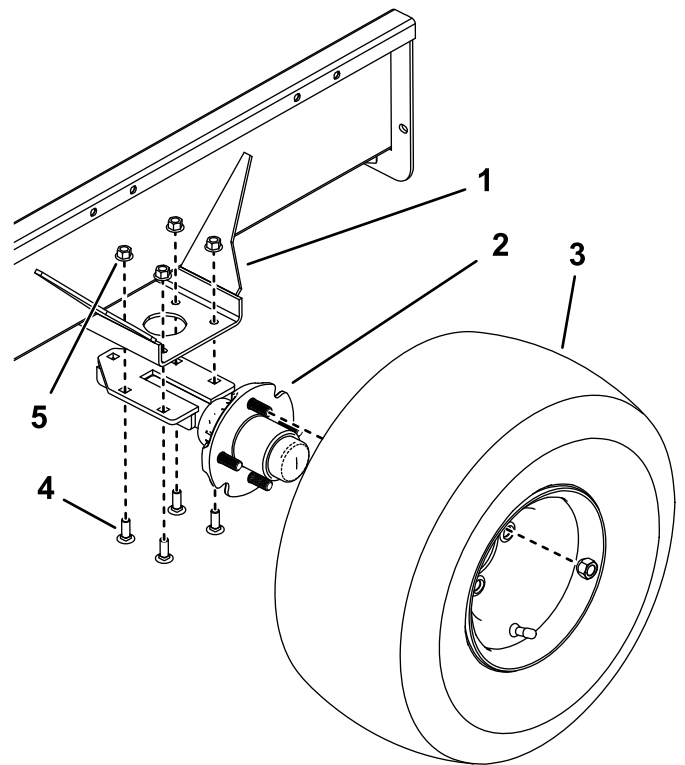

Figura 2
2. Usando los 4 pernos de cuello cuadrado y 4 contratuercas, monte un eje en la cara inferior de los soportes de montaje en cada lado de la plataforma del remolque. Coloque el eje, los pernos de cuello cuadrado y las tuercas como se muestra en la Figura 2.
3. Monte un conjunto de rueda en cada cubo del eje con 4 tuercas (Figura 2). Apriete las tuercas a 108,47 N·m. Infle los neumáticos a 0,34 bar.